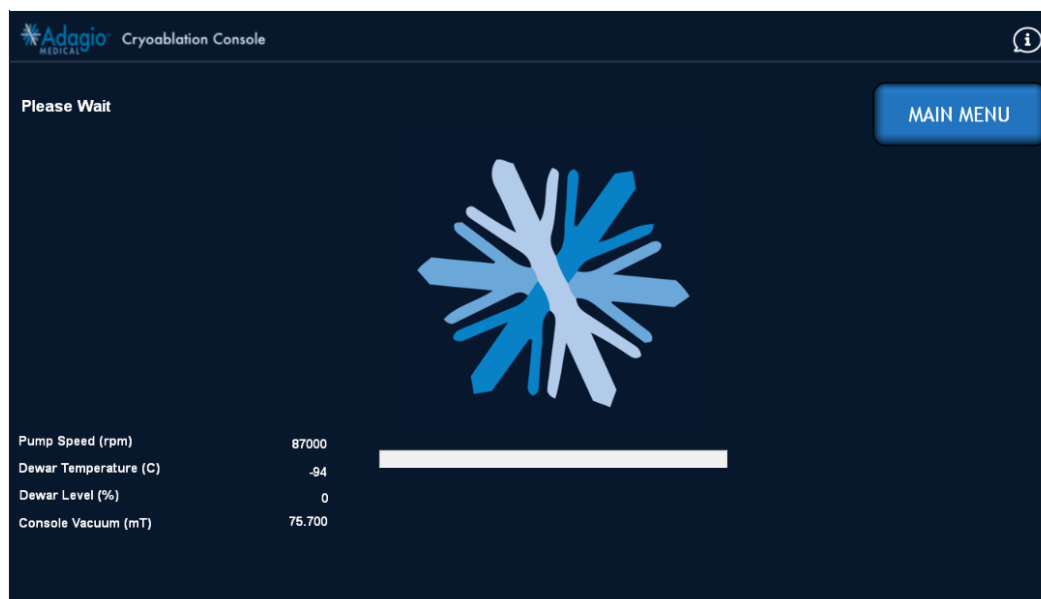

Figure 75 – Écran de purge de la console en cours
6. Pour remplir le réservoir d'azote liquide, à partir de l'écran de la Figure 72, appuyer sur « REFILL » (REMPLIR). La console commence à se purger, le cas échéant, pour éliminer tout azote liquide chaud du réservoir (Figure 75).